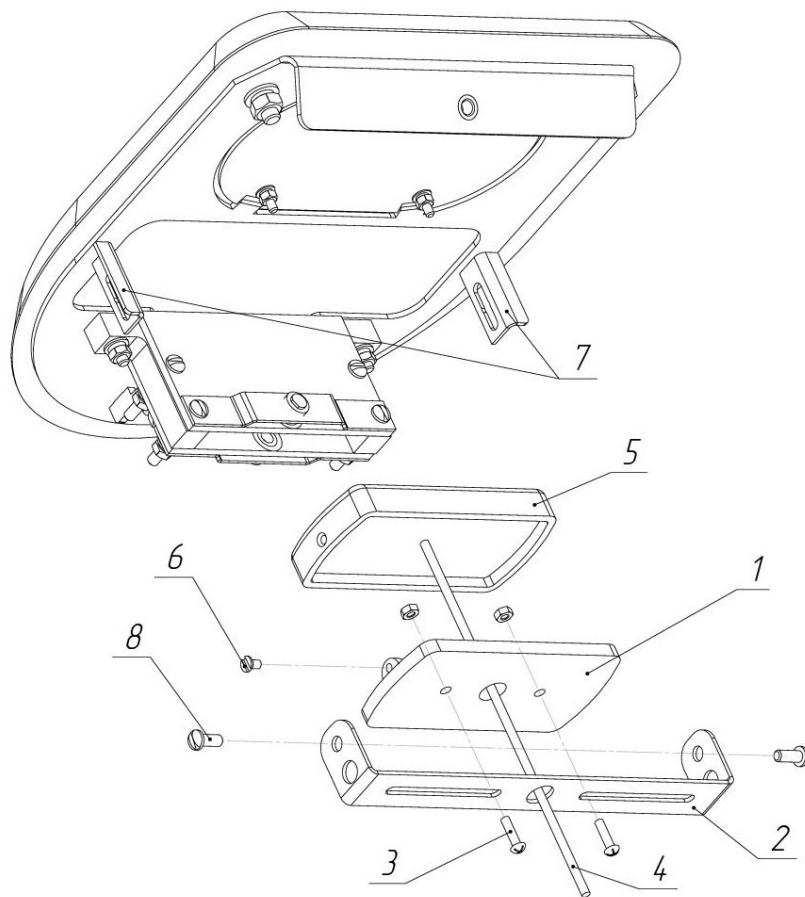

Рис. 18. Схема установки считывателя бесконтактных карт
6.5.3. Выкрутите 2 винта М4 (8, рис. 18) и снимите универсальный кронштейн для считывателей (2, рис. 18).
6.5.4. Разберите считыватель, выкрутив винт М3 (6, рис. 18), и установите его нижнюю часть (1, рис. 18) на кронштейн, используя крепеж(3,рис. 18).
6.5.5. Заведите кабель считывателя (4, рис. 18) в отверстие кронштейна, установите верхнюю часть считывателя (5, рис. 18). Закрутите винт М3 (6, рис. 18).
6.5.6. Зафиксируйте кронштейн на держателях (7, рис. 18), используя винты М4 (8, рис. 18). Рекомендуется устанавливать